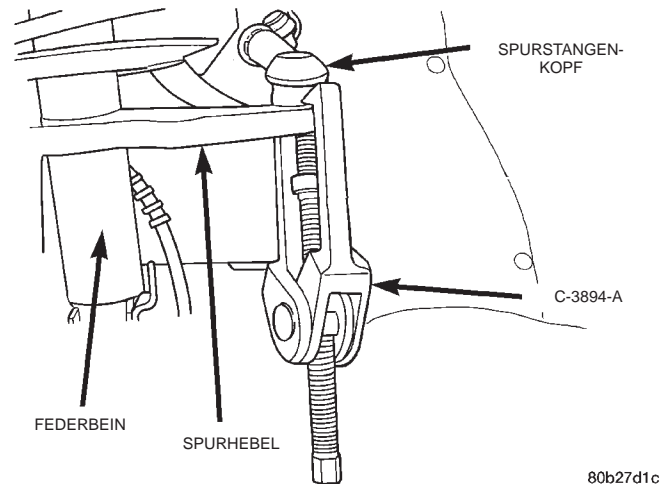

Abb. 19 Spurstangenkopf vom Spurhebel lösen
- (27) Spurstangenkopf mit Abzieher, Spezialwerkzeug C-3894-A, aus dem Spurhebel ausbauen (Abb. 19).
- (28) Spurstange aus dem Fahrzeug ausbauen.